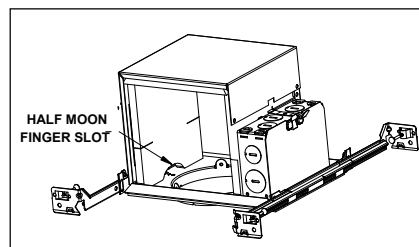
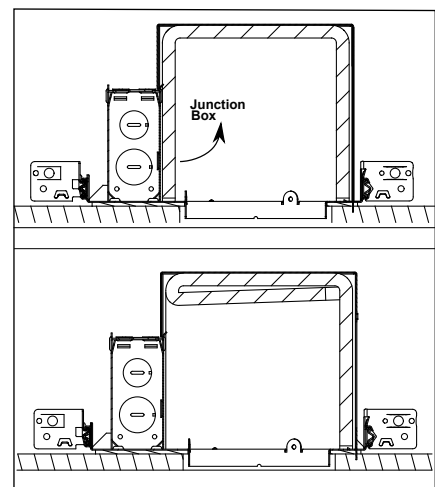

Figure 10
Figure 11
Step 3. Lift fire barrier flap on the side with wires protruding. The bottom of the flap will have a half moon finger slot for easy lifting (Fig. 10). Before lifting the flap, make sure the wires are pushed out of the wire slots provided in the flap to prevent tearing the fire barrier. This will allow access to the LED driver (Fig. 11).
Paso 3. Levante la aleta de la barrera contra incendios por el lado donde sobresalen los cables. La parte inferior de la aleta tendrá una ranura para dedos en forma de media luna para levantarla fácilmente (Fig. 10). Antes de levantar la aleta, asegúrese de empujar los cables fuera de las ranuras para cables provistas en la aleta para evitar que se rompa la barrera contra incendios (Fig. 11). Esto permitirá acceder al controlador del led.